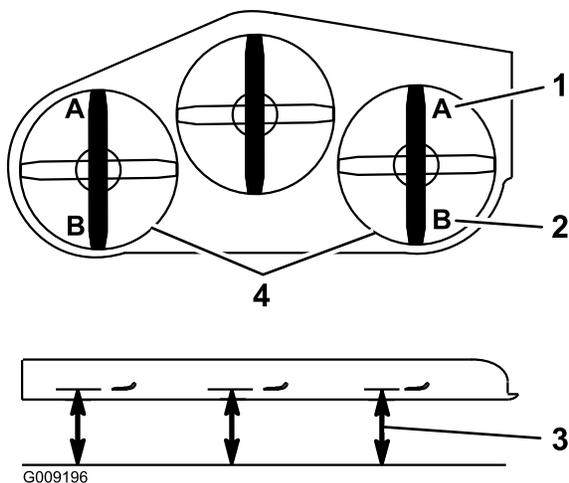

Figura 88
9. En ambos lados de la carcasa, mida desde la superficie nivelada hasta la punta delantera de la cuchilla (Posición A). La medida debe ser de 7.6 cm (3") (Figura 88).
15. En ambos lados de la carcasa, mida desde la superficie nivelada hasta la punta trasera de la cuchilla (Posición B). La medida debe ser de 8.3 cm (3 1/4") (Figura 88).